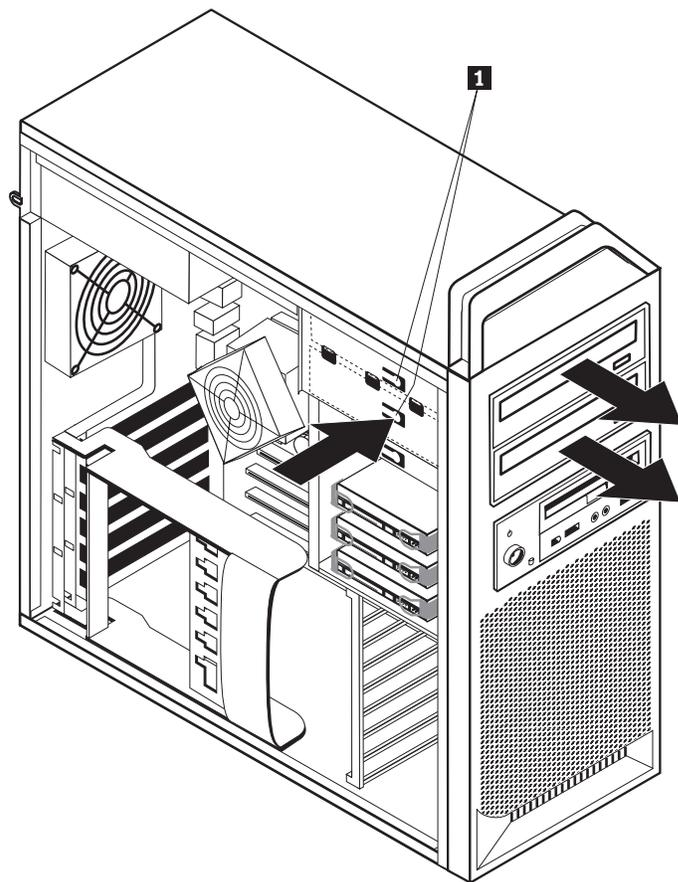

図 21. ディスケット・ドライブまたはオプションのカード・リーダー・ドライブの取り外し
5. ドライブ・ラッチ **1** (取り外したいドライブのもの) を押して、光学式ドライブをシャーシからスライドさせます。図 21を参照してください。